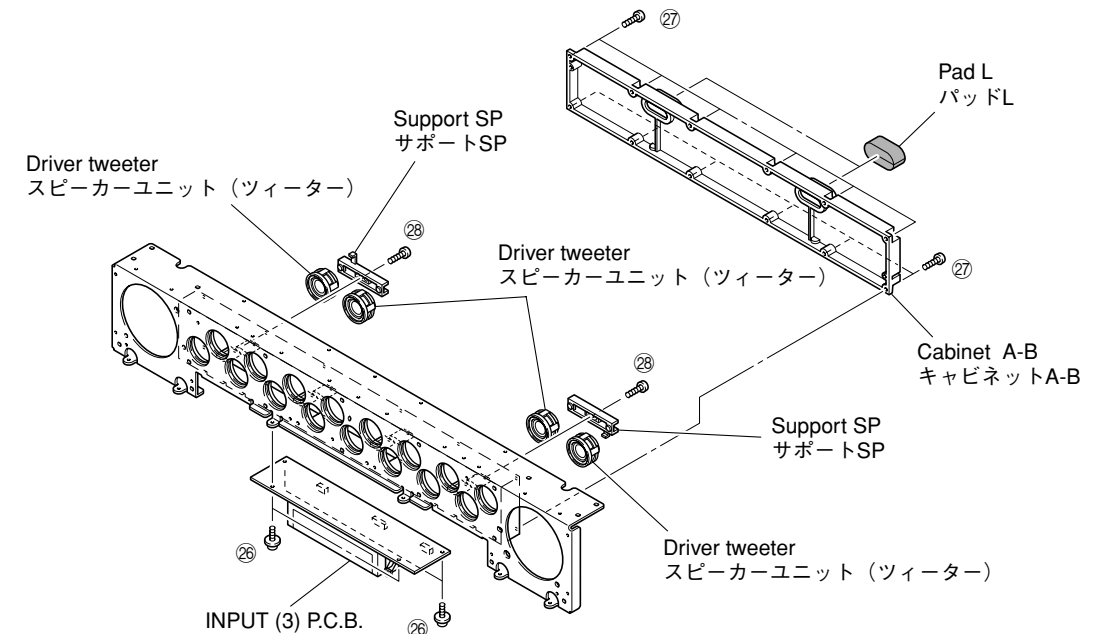

Fig. 13
- a. Remove 4 screws (26) and then remove the INPUT (3) P.C.B. (Fig. 13)
- b. Remove 12 screws (27). (Fig. 13)
- c. Remove the pad L and then remove the cabinet A-B. (Fig. 13)
- a. 26のネジ4本を外し、INPUT(3) P.C.B.を取り外します。(Fig. 13)
- b. 27のネジ12本を外します。(Fig. 13)
- c. パッドLを外し、キャビネットA-Bを取り外します。(Fig. 13)
- d. Remove screw (28) and then remove the support SP. (Fig. 13)
- e. Remove the driver tweeter. (Fig. 13)
- d. 28のネジを外し、サポートSPを取り外します。(Fig. 13)
- e. スピーカーユニット(ツイーター)を取り外します。(Fig. 13)